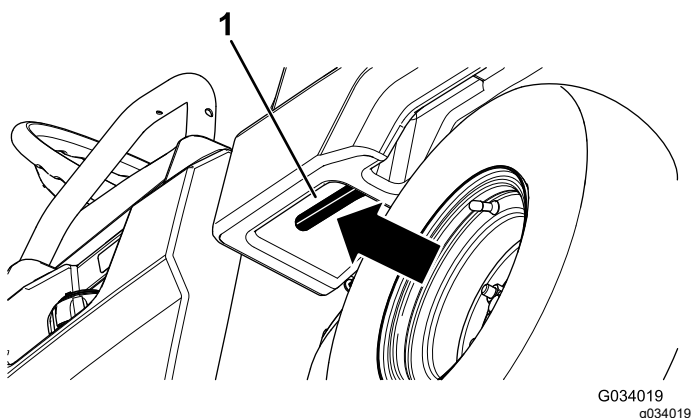

Рисунок 7
2. Потяните рычаг с левой внутренней стороны грузового кузова по направлению на себя и поднимите грузовой кузов вверх (Рисунок 7).